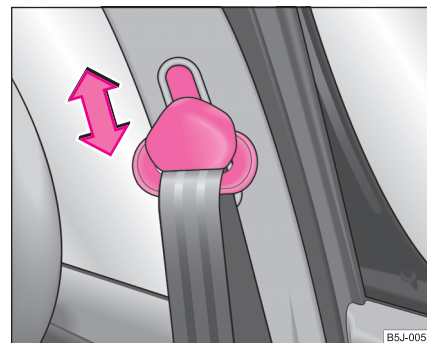

Fig. 123 Scaun față:
- Pentru reglare apăsați dispozitivul de reglare și deplasați-l în sus sau în jos ⇒ **fig. 123**.